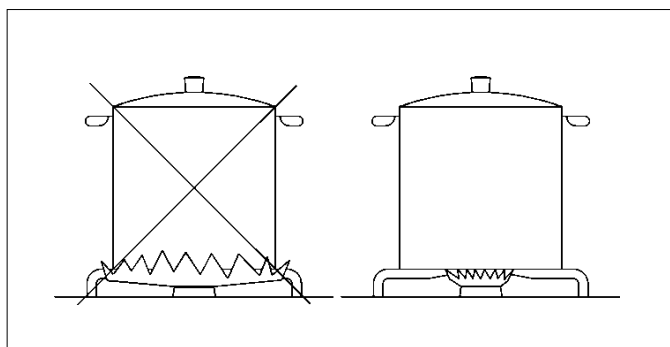

Рис. 2
- Для кожної конфорки використовуйте відповідні каstrулі (див. таблицю нижче та рис. 2).